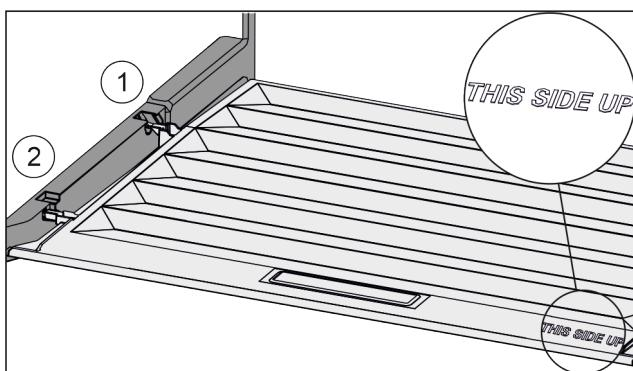

Fig. 162
- Пъхнете шийките на капака през отвора в задния държач Fig. 162 (1) и фиксирайте отпред в държача Fig. 162 (2).